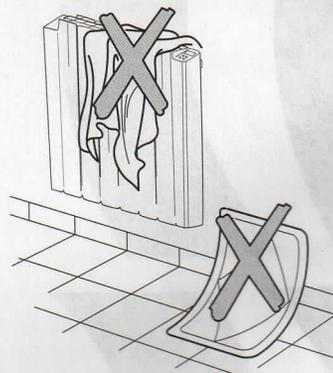

Fig. 5
**IMPORTANT: Ne couvrez en aucun cas le radiateur en marche (fig 5), cela pourrait provoquer une surchauffe dangereuse.**